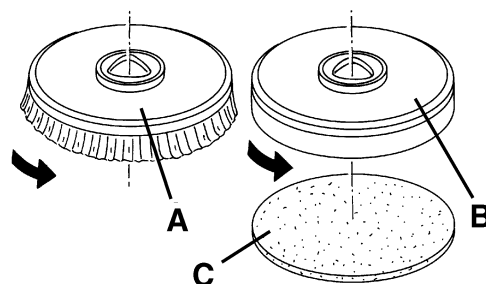

Abbildung 2
1. An dem mit dem geeigneten Bürstenkopf vorgerüsteten Gerät können sowohl Bürsten (A, Abb. 2) als auch Padhalter (B) mit Pad (C) montiert werden, je nach auszuführender Bodenbehandlung.
2. (Nur für **BA 551D**, **BA 551CD**, **BA 611D**): Den Zündschlüssel (80) auf "0" stellen.